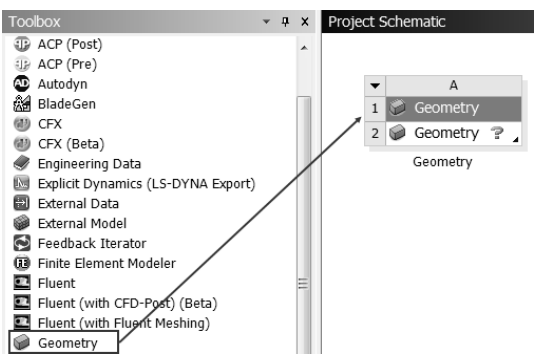

图 17-40 创建分析项目 A
Step2：双击主界面 Toolbox（工具箱）中的 Component Systems Geometry（几何）命令，即可在 Project Schematic（项目管理区）创建分析项目 A，如图 17-40 所示。